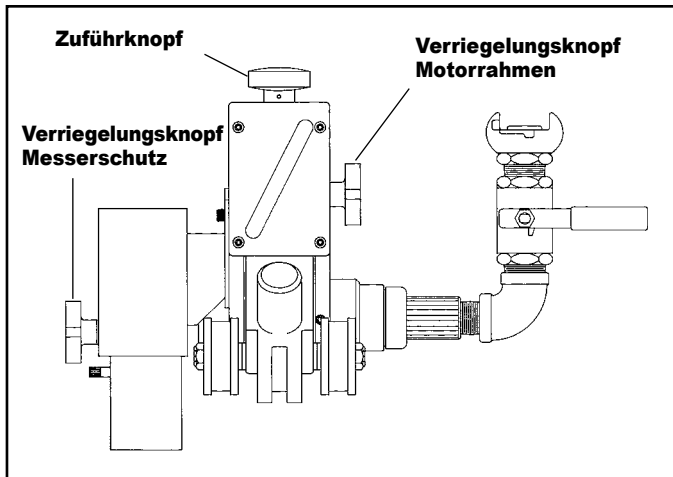

ABB. 4
1. Drehen Sie den Verriegelungsknopf am Motorrahmen los (Abb. 4).
2. Ziehen Sie den Motorrahmen wieder in die oberste Position. Drehen Sie hierzu den Zuführknopf entgegen dem Uhrzeigersinn (Abb. 4).
- Drehen Sie den Zuführknopf des Schneiders im Uhrzeigersinn (Abb. 4): Senken Sie Motor und Schneider so ab, dass sie jeweils dem Rohr nahe kommen, dieses jedoch nicht berührt wird. Der Verriegelungsknopf des Motorrahmens sollte fest sitzen. Dennoch sollte der Rahmen verschoben werden können.
- * Wenn Ihnen die Dicke des zu schneidenden Rohrs bekannt ist, drehen Sie den Zuführknopf so lange im Uhrzeigersinn (Abb. 4), bis der Zeiger die gewünschte Schneidetiefe anzeigt. Lassen Sie mindestens 1/4" (6,4 mm) über die Schneidetiefe des Messers hinweg zu.
*Eine Ausnahme hiervon ist die Verwendung des Gehrungsschneiders für Kunststoffrohre. Der Schneider würde erst dann aktiviert werden, wenn der Gehrungsschneider zu schneiden beginnt. Zu diesem Zeitpunkt könnten Sie anhand des Zeigers am Tiefenmesser die Abschrägung ablesen: Ist er bis zum Anschlag vorgerückt, beläuft sich die Abschrägung auf 15/16" (23,8 mm), siehe Abb. 4.
3. Ziehen Sie den Verriegelungsknopf am Motorrahmen fest (Abb. 4).
4. Ziehen Sie den Knopf zum Verriegeln der Abdeckung um ca. 1/8" (3,2 mm) vom Rohr entfernt fest (Abb. 4).